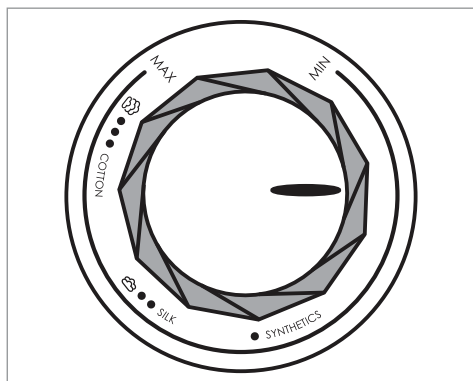

Fig. 2
- ▶ Vous pouvez repasser à sec sans vapeur à toutes températures. Le repassage à la vapeur est uniquement possible à partir de la plage de réglage ●● sur le thermostat ⑥.
- 3) Réglez la température adaptée avec le thermostat ⑥ (voir tableau ci-dessous et fig. 2).